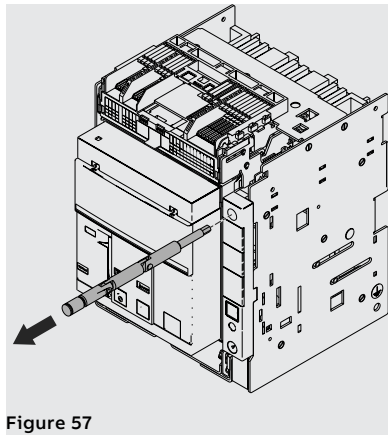

Figure 57
4. Extraire la manivelle de sectionnement de son logement. Voir Figure 57.